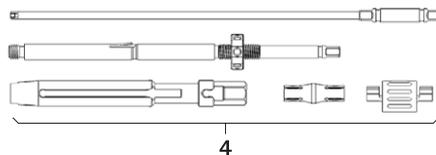

Fig. 9
- ▶ Montar a alavanca de reposição 4, ver Fig. 9.